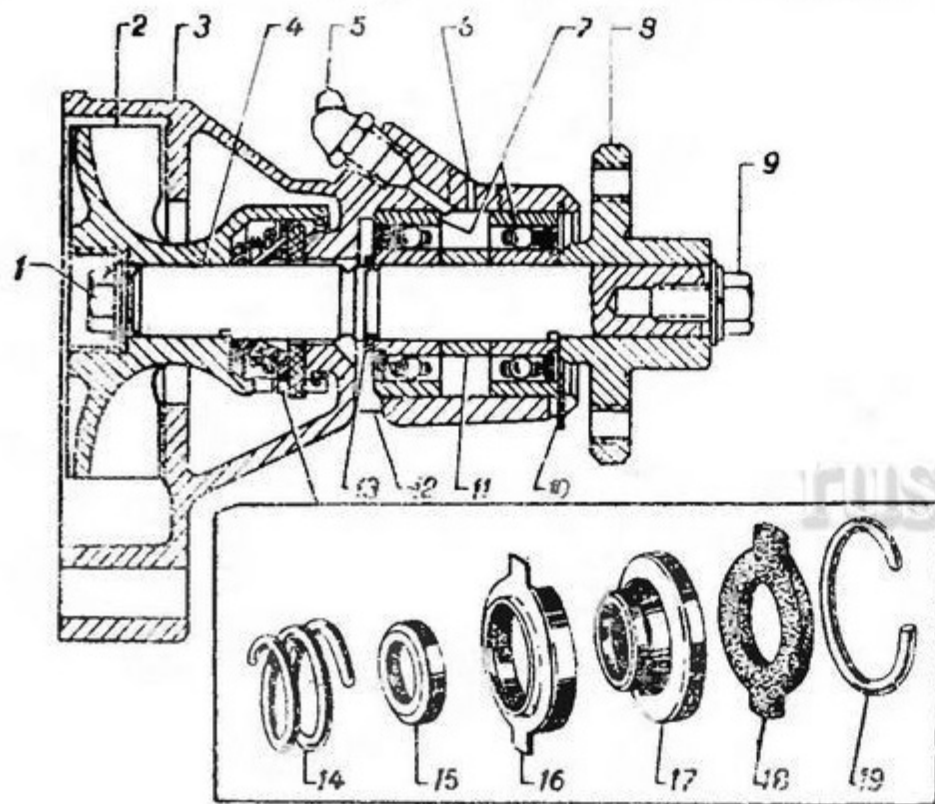
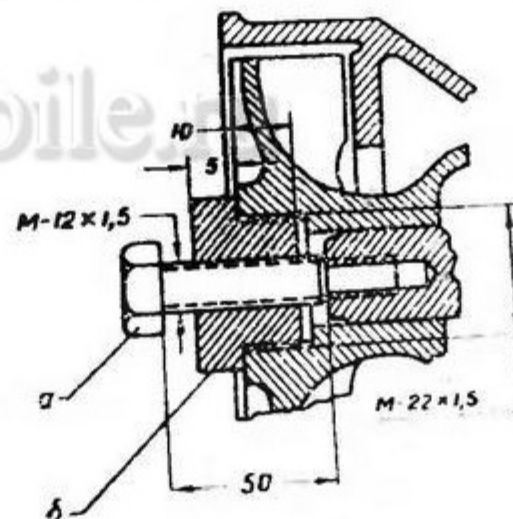

Рис. 7. Водяной насос.
Рис. 8. Снятие крыльчатки с валика водяного насоса. а—винт съемника, б—гайка съемника.
Водяной насос (рис. 7) центробежного типа. Вал насоса установлен на двух шариковых подшипниках. Ступица вентилятора надета на передний конец вала на лыске и закреплена болтом 9. Крыльчатка насоса также одета на лыску, имеющейся на заднем конце вала (во избежание проворачивания), и закреплена болтом 1. Для уплотнения насоса служит самоподтягивающийся сальник, имеющий сменные текстолитовую шайбу и резиновую манжету.
Для ремонта сальника или его замены следует снять с двигателя водяной насос и вывернуть болт 1 (рис. 7). Затем зажать насос в тиски за ступицу вентилятора, завернуть до отказа гайку «б» съемника в крыльчатку насоса и, вращая винт «а» съемника, выпрессовать крыльчатку насоса вместе с сальником, как указано на рис. 8.
**Примечание.** Съемник крыльчатки водяного насоса к транспортеру не прилагается. При необходимости снять крыльчатку съемник следует сделать по размерам, указанным на рис. 8.